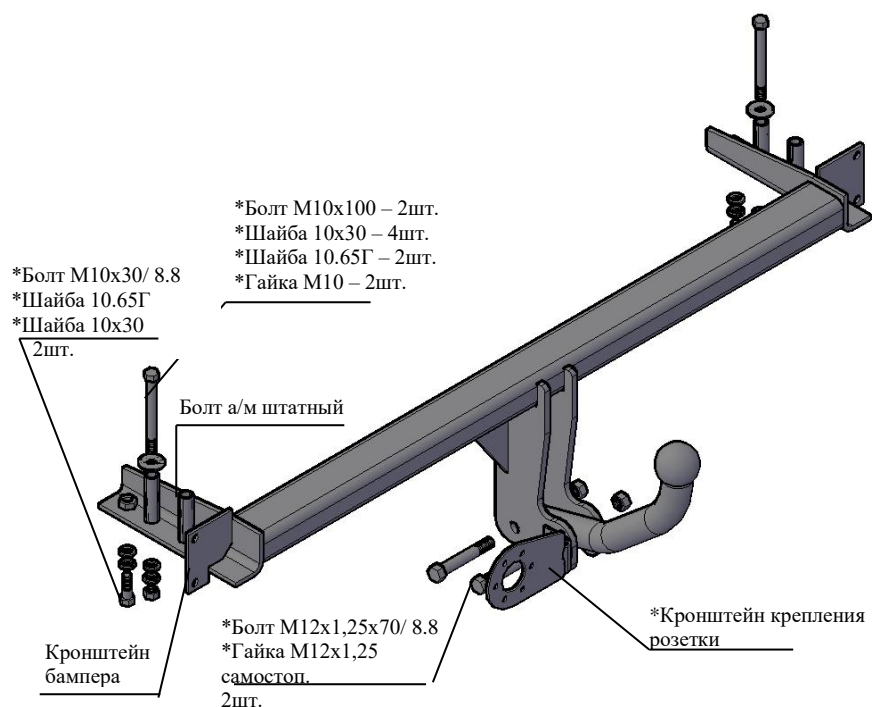

Рис.1 Тягово-сцепное устройство 9421
2.1 ТСУ 9421 в сборе (рис.1)	1 шт.
4.12 Закрепить сцепной шар и кронштейн крепления розетки к кронштейнам шара крепежом соответственно рис.1 (предварительно кронштейн крепления розетки скрепить с уголком болтом М10х20 и гайкой М10 самостоп) .